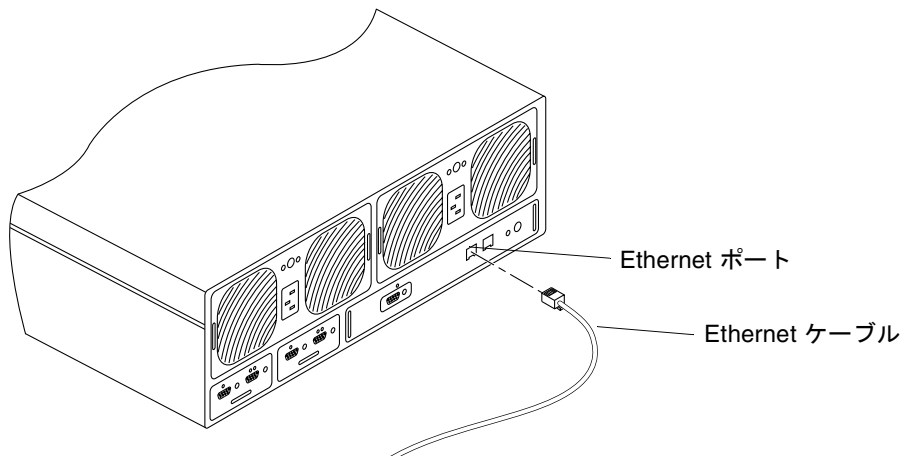

図 6-3 Ethernet ケーブルの接続
4. Ethernet ケーブルの一方の端を、マスター装置のコントローラカードにある Ethernet ポートに接続します (図 6-3)。